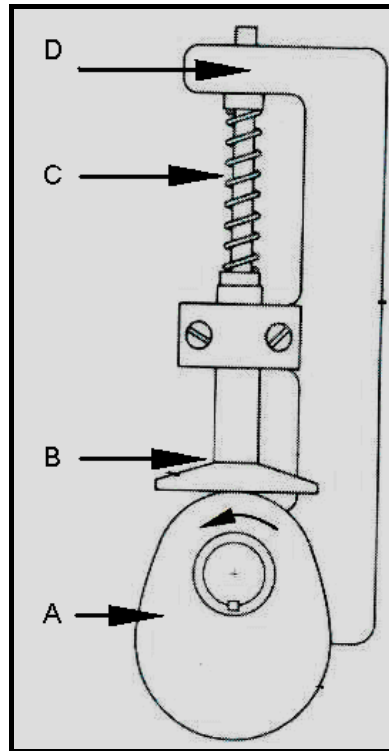

FIGUUR 1.7
- 1.17 Identifiseer die soort skroefdraad wat in FIGUUR 1.7 getoon word.